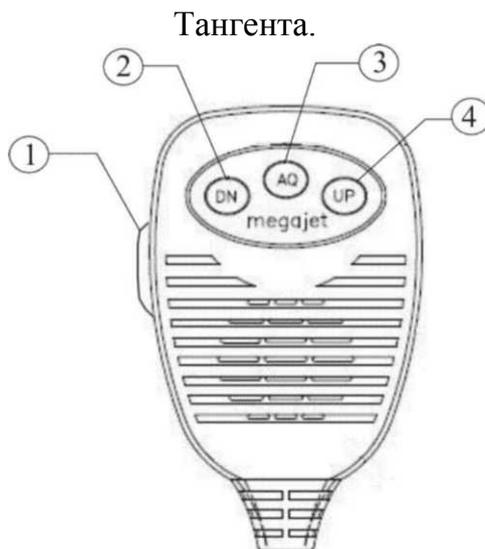

Рис. 3 Органы управления и отображения на тангенте MJ-450
Этап 2. Просверлите два отверстия диаметром 3 мм для каждого винта крепления монтажной панели. Закрепите скобу под приборной панелью прилагаемыми винтами-саморезами (см. рис. 3). Особо внимательно следует сверлить отверстия, чтобы не повредить соединительные жгуты и электронные устройства, расположенные под панелью.
В общем случае имеются два типа антенн для мобильных Си-Би радиостанций - полноразмерный штырь длиной $1/4$ волны (2,75 м) и укороченная согласованная штыревая антенна (от 0,5 до 1,9 м). Из-за большой длины полноразмерных антенн на автомобилях применяются, в основном, укороченные антенны длиной не менее 1,2 м, в различных конструктивных исполнениях с креплением через отверстие в крыше, на кронштейне за отбортовку водостока или на магнитном основании (см. рис. 3).
На рис. 3 показаны пять типичных мест установки автомобильной антенны: (1) задний бампер, (2) задняя крышка багажника, (3) отбортовка для стока воды, (4) капот, (5) крыша.